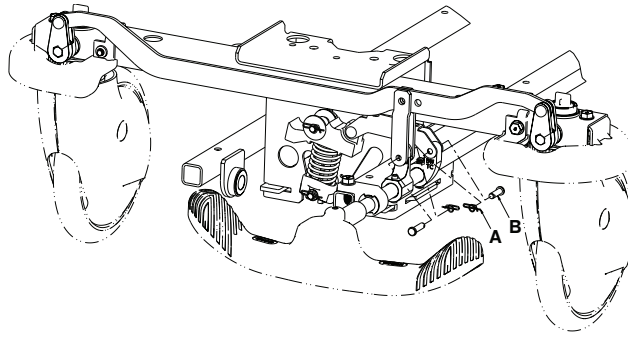

Figure 5 – Ensemble de la came de frein et de la liaison
2. Mettre la pédale de frein/guidage (A) en position neutre.
3. À l'aide d'une pince à becs fins, retirer la goupille bêta (A) et la goupille à épaulement (B) qui fixent la came de frein et l'ensemble de liaison à la tige de frein (Figure 5).